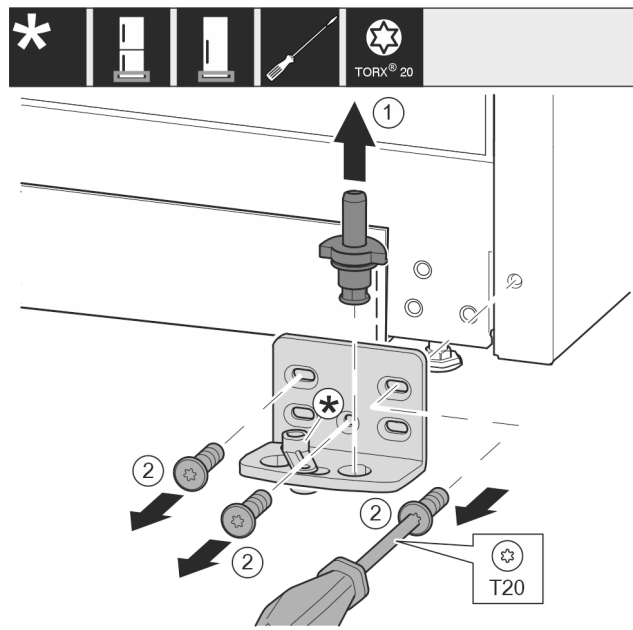

Fig. 14
- ▶ Опорный палец полностью извлеките движением вверх. Fig. 14 (1)
- ▶ Открутите винты отверткой T20 и снимите опорный кронштейн. Fig. 14 (2)